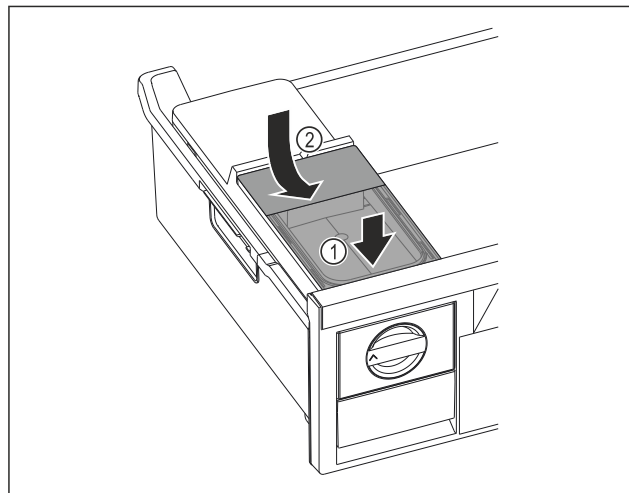

Fig. 124
- ▶ Установите бак для воды спереди. Fig. 124 (1)
- ▶ Опустить бак для воды сзади. *Fig. 124 (2)*